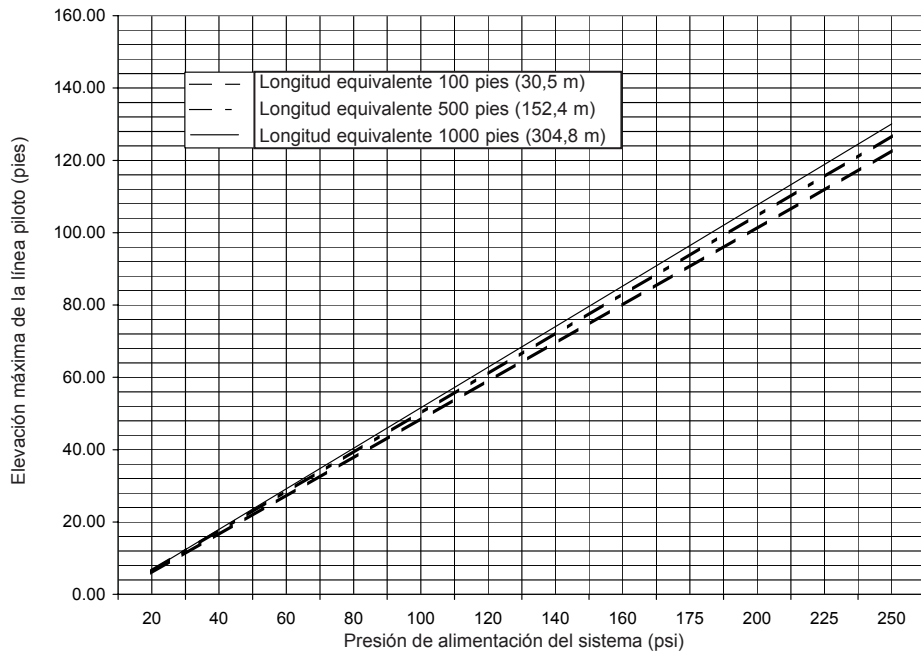

Figura 3 – Válvulas de diluvio Modelo F-1 de 2-1/2" (65 mm) y 3" (80 mm)
D. Desmontaje de la válvula (Véase la Figura 3)
2. Retirar el trim para poder separar la tapa (4).
3. Quitar los tornillos (9).
4. Separar la tapa (4) del cuerpo (1).
5. Quitar el conjunto de clapeta (Nº. 3, 5, 6, 7, 9, 10 y 11) levantándola de su alojamiento en el cuerpo (1).
6. Inspeccionar el asiento (2). Si es preciso sustituirlo, quitar los tornillos (12). Retirar el asiento (2) y la junta tórica (13). Retirar el asiento (2) y la junta tórica (13). Volver a colocar los tornillos (12).
7. Para sustituir el diafragma de goma (6), quitar el círculo de tornillos (10) y la corona que lo aprisiona (4). El diafragma (2) ya puede separarse. Quitar la corona (3) y el diafragma de goma (6).
8. Para sustituir el asiento de goma (7), debe quitarse el conjunto de la clapeta (3, 5, 6, 7, 9, 10, 11) de la válvula. Quitar el círculo de tornillos (12). El asiento de goma (7) ya puede separarse.